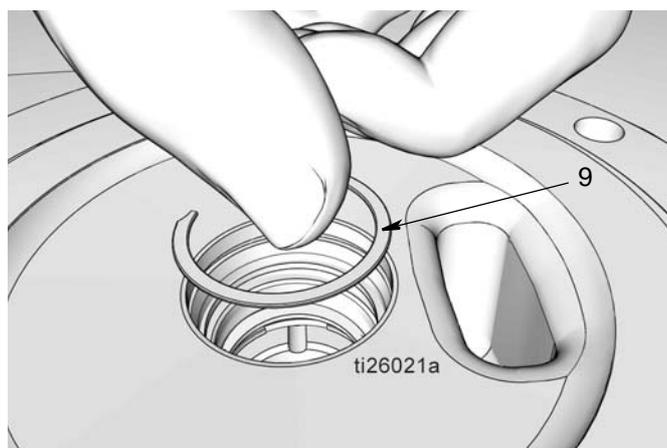

Рис. 38
- j. Установите зажим (9) (Рис. 38). Вы должны услышать "щелчок", если поддерживающий зажим правильно посажен в пазу.